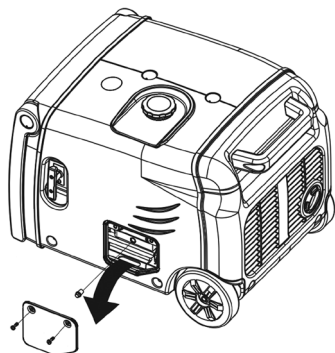

Fig. 21 – Trocando o óleo
5. Solte os parafusos da tampa de manutenção do óleo (8) (fig. 1) e retire a tampa (fig. 21);